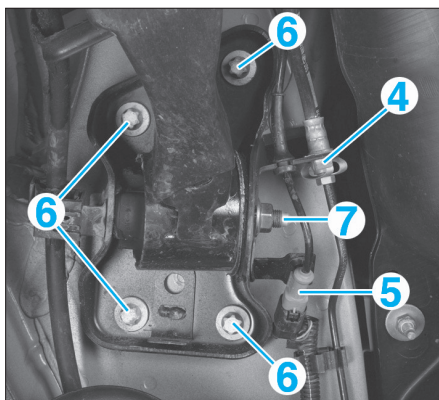

FIG. 59
- les canalisations de frein en (4) puis obturer les canalisations (Fig.59),
- les connecteurs (5).
- les vis (6) de fixation des chapes de train arrière sur la caisse,
- Desserrer la vis d'axe (7) des chapes de train arrière (Fig.59).
- Reposer les vis (6) sans les serrer.